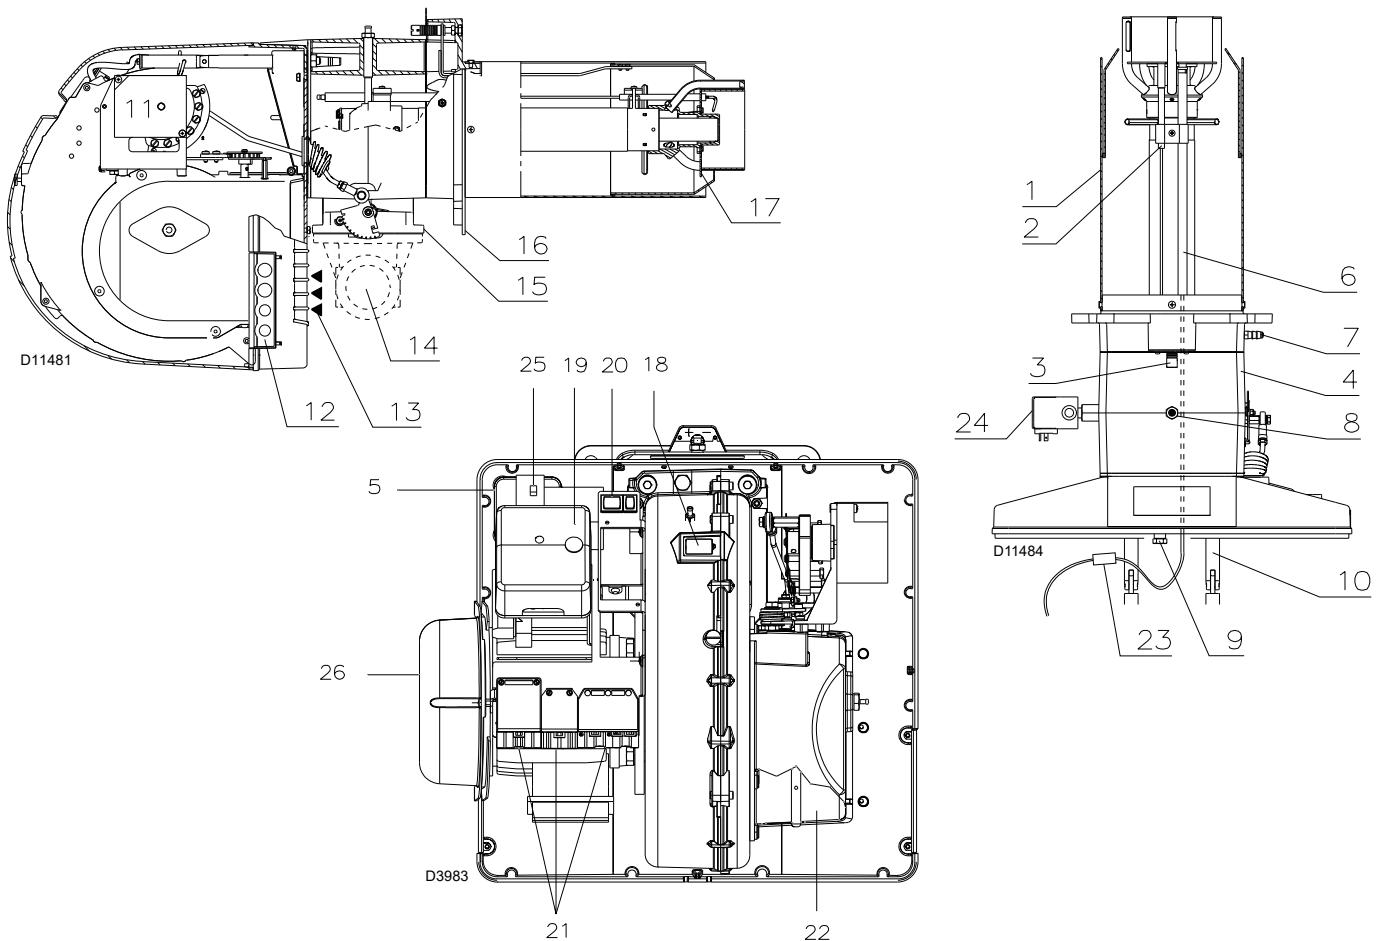

Fig. 5
(1) Condizioni di riferimento: Temperatura ambiente 20 °C - Temperatura gas 15 °C - Pressione barometrica 1013 mbar - Altitudine 0 m s.l.m.
(2) Pressione alla presa 5) (Fig. 5) con pressione zero in camera di combustione ed alla potenza massima del bruciatore.
(3) Pressione sonora misurata nel laboratorio combustione del costruttore, con bruciatore funzionante su caldaia di prova, alla potenza massima.
l'accensione del pulsante dell'apparecchiatura 19)(Fig. 5) avverte che il bruciatore è in blocco.
alimentazione elettrica trifase, per sbloccare premere il pulsante del relè termico 25)(Fig. 5). |